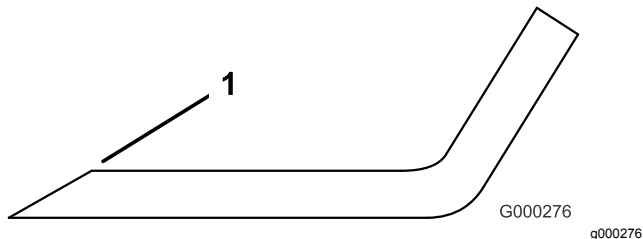

Figure 76
1. Au moyen d'une lime, aiguissez les tranchants à chaque bout de la lame (Figure 76).